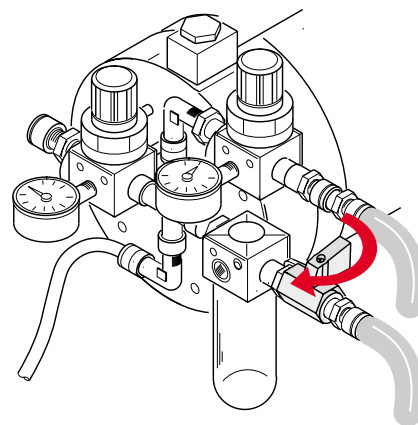

Fig.43
- 2) Scaricare la pressione all'interno della pompa, chiudendo il rubinetto ingresso aria (fig.43) e facendo uscire il prodotto residuo tramite la pistola.